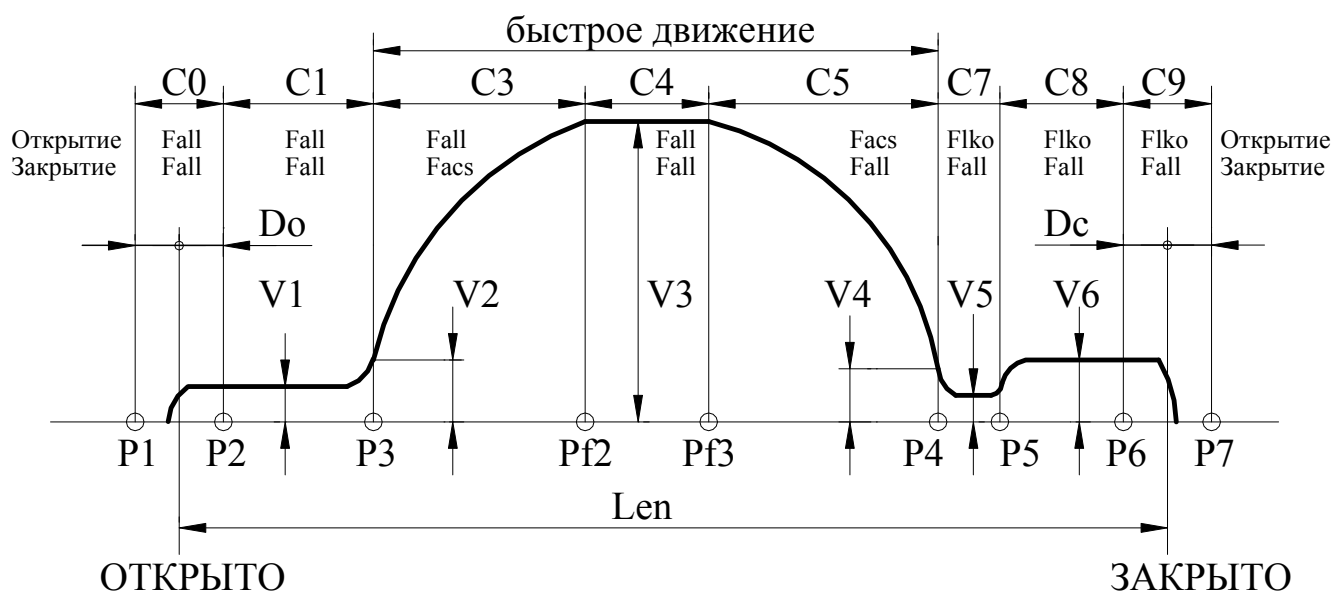

Рис.5. Траектория движения.
- **E0L** – переезд зоны полного открытия (**C0**, **рис.5**) или полного закрытия (**C9**, **рис.5**). *Синхронизация* в этом случае выключается. Ошибка сбрасывается при смене кода направления вращения, но затем необходимо провести *синхронизацию* заново. При повторном неоднократном возникновении данной ошибки нужно провести **измерение проема**, если затем эта ошибка все равно будет возникать, необходимо проверить механику привода.
- **C_err=TP.61** – участок движения (**рис.5**), на котором произошла ошибка при наличии синхронизации, **C_err=11** при отсутствии синхронизации.
3.9.1. Рис.5, на котором показана траектория движения, отслеживаемая Устройством, поясняет назначение многих параметров, рассмотренных ниже. На рис.5 отображено также распределение сил на участках траектории отдельно при открытии и при закрытии (при переходе в режим удержания устанавливается соответствующая сила удержания).
- Если $Var_sl=1$, то точка препятствия запоминается и происходит замедление скорости движения при подходе к точке препятствия до $Vbar$. При отсутствии препятствия в том же месте, дальнейшее движение происходит по кривой, указанной на **рис.5**.
- 3.9.7.14. **ТР.2D** – C_vko (мм) – дополнительное смещение точки **P2** (**рис.5**) для расширения диапазона удержания сигнала ВКО.
- 3.9.7.15. **ТР.2E** – C_vkz (мм) – дополнительное смещение точки **P6** (**рис.5**) для расширения диапазона удержания сигнала ВКЗ.